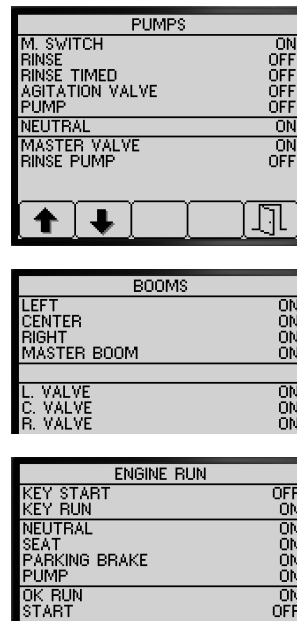

Figura 85
3. Utilize os botões 1 ou 2 para navegar para e rever as informações de estado relativas a entradas e saídas do sistema do pulverizador (Figura 85).